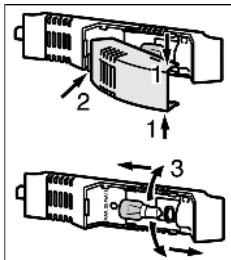

Fig. 16
- Возьмитесь за крышку лампы сверху и снизу Fig. 16 (1).
- Вырвите крышку лампы сзади из зацепления и снимите Fig. 16 (2).
- Замените лампу Fig. 16 (3).